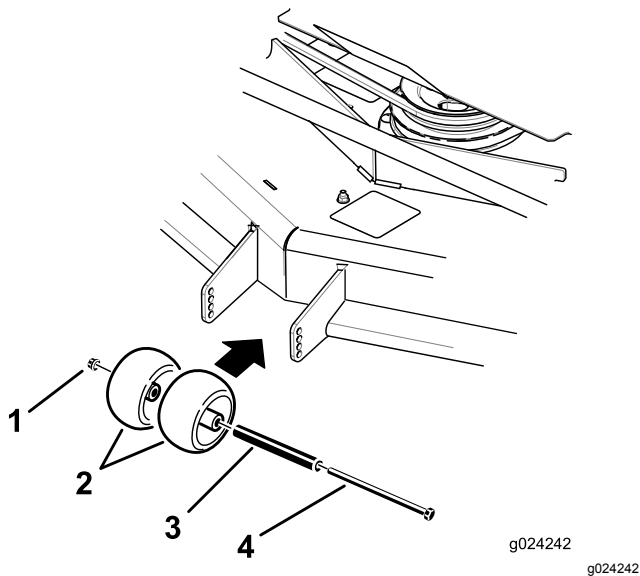
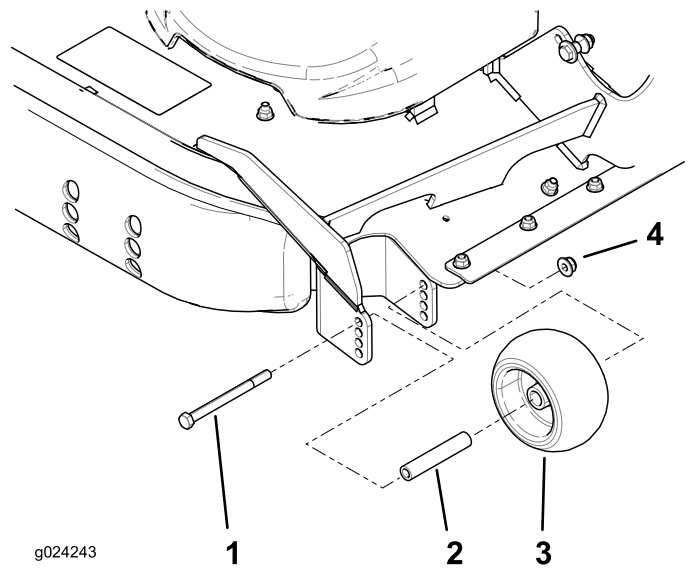

Figura 35
Figura 36
3. Regolate i rulli antistrappo come illustrato nella Figura 35 e nella Figura 36.